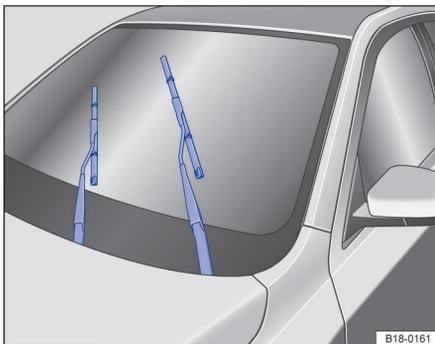

图 173 处于保养位置的刮水片
- 将风窗玻璃刮水器拨杆向下拨至点动刮水位置。使刮水器处于保养位置。→ 图 173